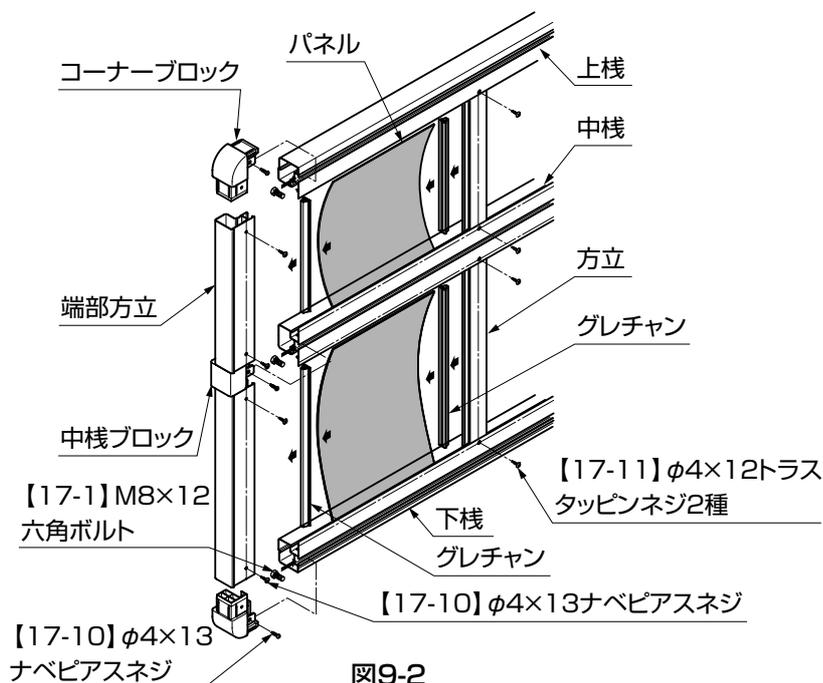

図9-2
- ①上棧・中棧・下棧に各2本づつ【17-1】を差込んでください。
- ②側面パネルを組立ててください。(図9-2参照)